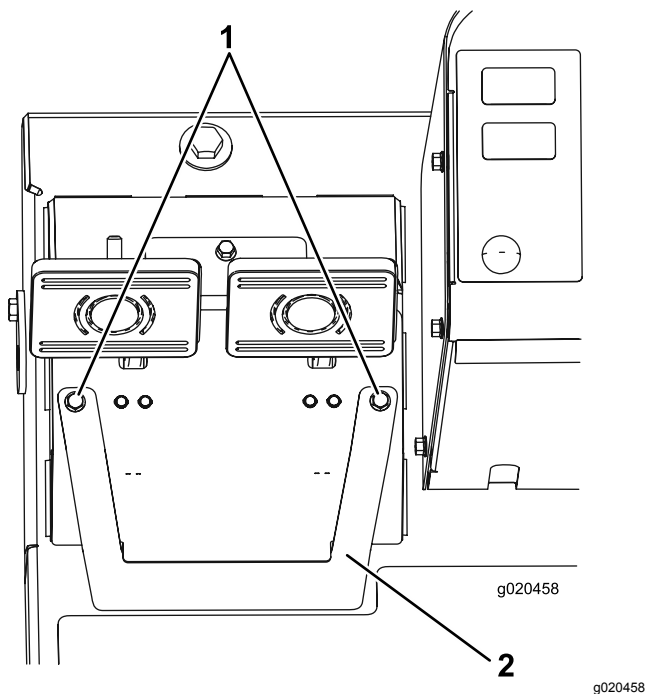

Bild 96
- A. Lösen Sie die zwei Befestigungsschrauben und nehmen die Bremseinstellabdeckung ab (Bild 96).